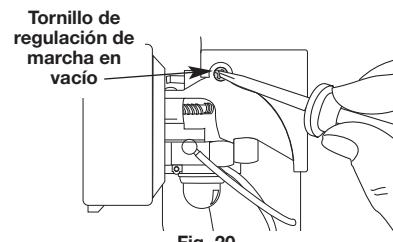

Fig. 20
La velocidad de marcha en vacío del motor se puede ajustar. Hay un tornillo de regulación de marcha en vacío entre la tapa del filtro de aire y la carcasa del motor de arranque (Fig. 20).
- Suelte el gatillo del regulador y deje que el motor trabaje en vacío. Si el motor se para, inserte un destornillador Phillips pequeño entre la tapa del filtro de aire y la tapa del motor (Fig. 20). Gire el tornillo de marcha en vacío a la derecha dándole 1/8 de vuelta cada vez (según sea necesario) hasta que el motor trabaje en vacío sin inconvenientes.